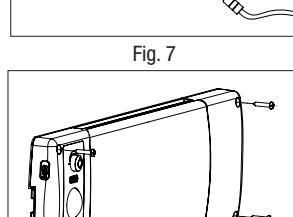

Fig. 7
Con 4 de los tornillos de montaje proporcionados (J), una el sistema de iluminación directamente a una pared o cielo raso utilizando los puntos de fijación situados en las esquinas (Fig. 7). Si necesita anclajes (K), es decir, para la instalación en placas de yeso, utilice una broca de 3/16" para crear orificios pilotos y fijar los anclajes en su lugar con un martillo.